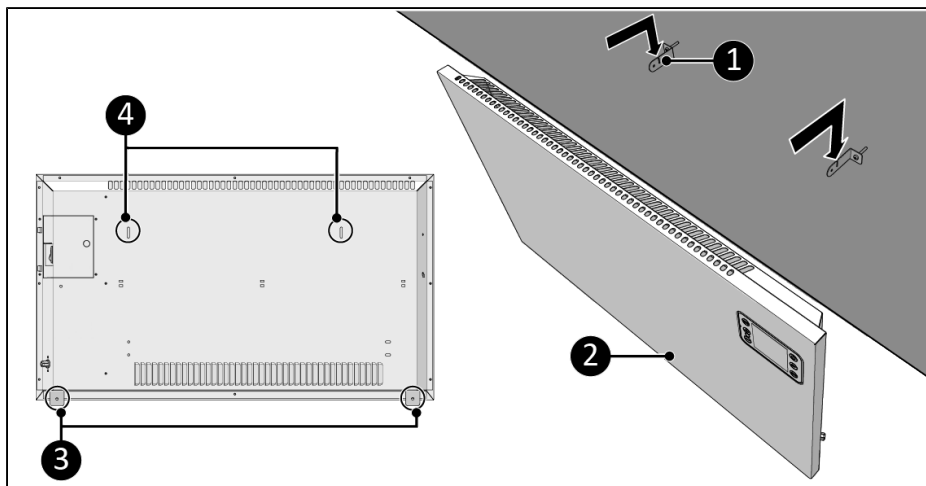

Abbildung 46.
9. Platzieren Sie die Halterungslöcher (Abbildung 46, pos. 4) über die Wandhalterungen (Abbildung 46, pos. 1).
10. Lassen Sie das Gerät (Abbildung 46, pos. 2) in die Öffnungen der Wandhalterungen gleiten (Abbildung 46, pos. 1).
11. Verwenden Sie die Gerätehalterungen (Abbildung 46, pos. 3), um die Position des unteren Lochs an der Wand zu markieren.
12. Entfernen Sie das Gerät von den Wandhalterungen (Abbildung 46, pos. 1)